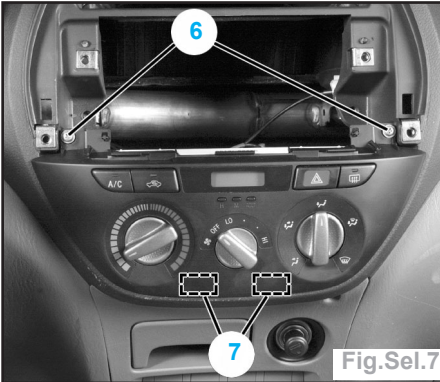

Fig.Sel.7
- Déposer les 2 vis de fixation (6) de la commande de chauffage (fig.Sel.7),